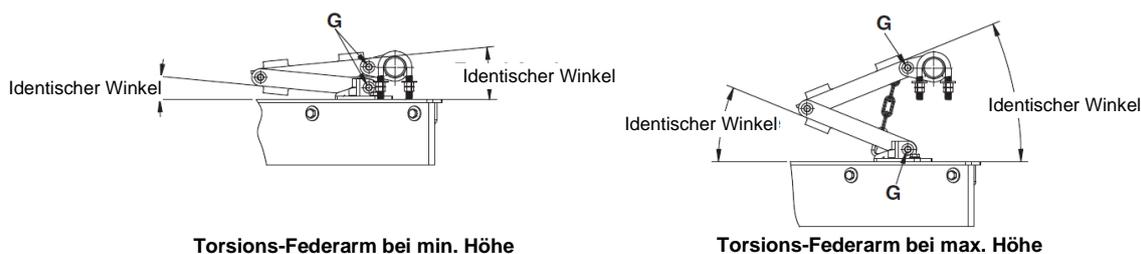

Abb. 7 – Position des Torsions-Federarm
1. Befestigen Sie jeden Schwenkarm (A) mit einem Bolzen, einer Unterlegscheibe und einem Splint (B) an der vorderen Trägerachse und dem Torsion VPlow Plus.
2. Befestigen Sie den Torsions-Federarm (C) an der hinteren Trägerachse und dem Torsion VPlow Plus mit einem Bolzen, einer Unterlegscheibe und einem Splint (D).
3. Bringen Sie die Befestigungsöse (E) der Kette am unteren Torsions-Federarm an.
4. Führen Sie die Kette durch den oberen Torsions-Federarm und befestigen Sie diese an einem Kettenglied mit Schraube und Mutter (F), so das ein Berühren des Förderbandes durch den Torsion VPlow Plus Rahmen verhindert wird.
6. Richten Sie die Bolzen (G, Abb. 7) so aus, dass die Torsionsfederarme in einem gleichen Winkel stehen.